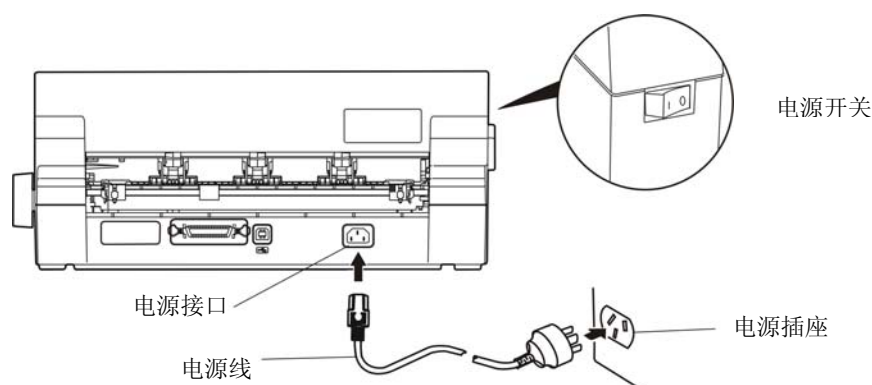

图 2-13 连接打印机电源线
1. 如图 2-13 所示，确保打印机为关机状态（当开关被按下的一侧在“O”标注处时为关机状态）。